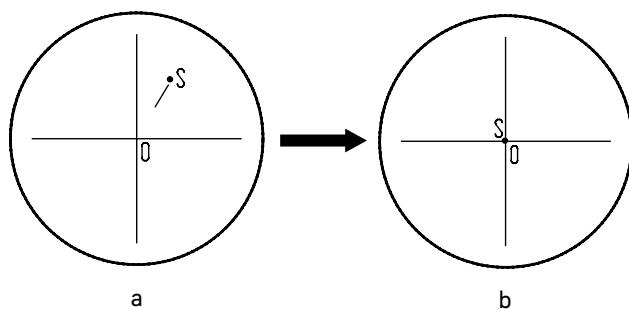

Рис. 11. Настройка канала визуализации
- Установите рукоятку переключения светового потока 4 в положение для наблюдения через окуляры. Наблюдая объект через окуляры, найдите отличительную точку в поле зрения (легко идентифицируемую цель, такую как точка S на рис. 11а), переместите объект на предметном столике так, чтобы данная точка находилась в центре поля зрения, как показано на рис. 11б. Для этой процедуры вместо обычного препарата удобно использовать специальный калибровочный слайд с перекрестьем, а вместо обычного окуляра – окуляр с перекрестьем.